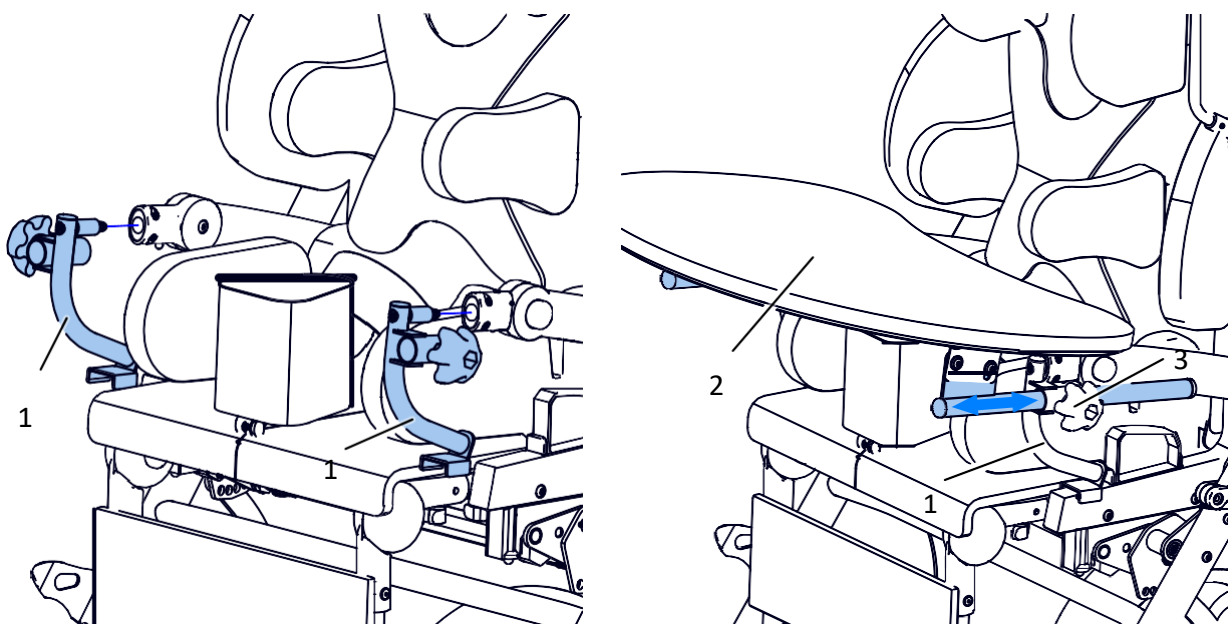

Fig. 32
Per fissare il tavolino (2), collegare gli adattatori (1) per il fissaggio del tavolino nel luogo di collegamento del maniglione di sicurezza, quindi inserire il tavolino nei tubi dell'adattatore. Per bloccare il tavolino contro la fuoriuscita, avvitare il tavolo con una manopola 2 Fig. 32.